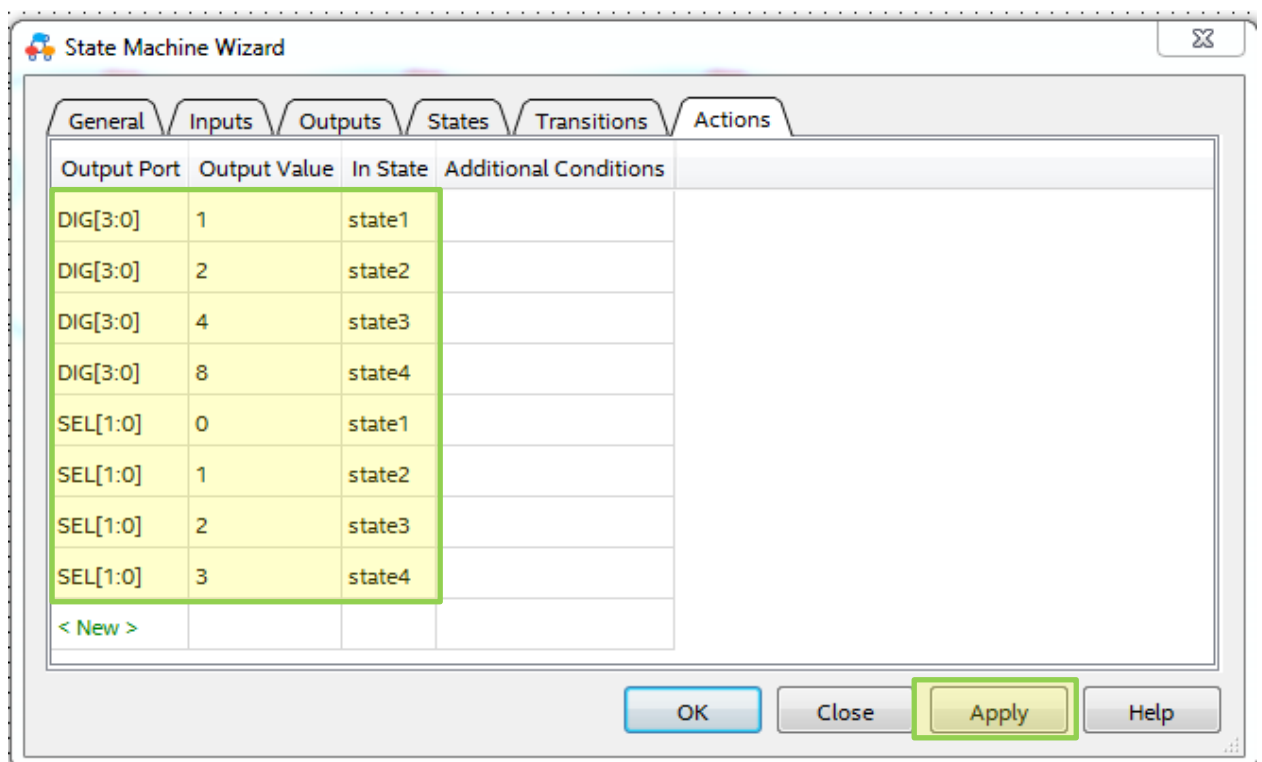

Рис. 20 Задание значений выходных сигналов для состояний конечного автомата
4.8. На вкладке **Actions** кликните левой кнопкой мыши по надписи «**New**» в колонке **Output Port** и выберите выходной сигнал **DIG[3:0]** из выпадающего списка. Затем, в колонке **Output Value**, задайте его значение для состояния, которое выбирается в колонке **In State**. Аналогично заполните остальные строки таблицы (рис. 20).